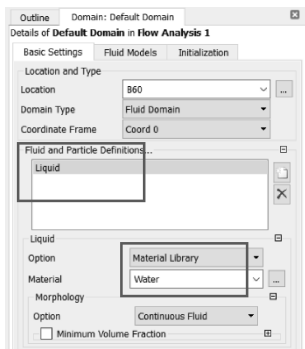
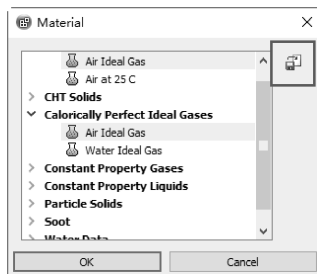

图 11-41 域详细设置窗口
图 11-42 【Material】对话框
(1) 在导航树上双击默认域【Default Domain】进入域详细设置窗口（见图 11-41），在基本设置选项单击【Fluid and Particle Definitions】栏的【Fluid1】将其删除，然后创建一个新流体，并把名字命名为“Liquid”。在 Liquid 栏里，单击【Material】后面…选项，弹出【Material】对话框，在 Water Data 里选【Water】，单击【OK】确定，如图 11-42 所示。